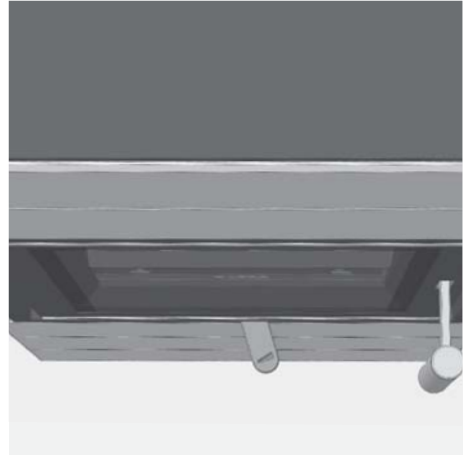

Fig. 4.6 Levier d'air de combustion complètement à droite, air de combustion complètement ouvert, allumage
- Ouvrez complètement l'air de combustion : tirez complètement le levier d'air de combustion à droite (voir Fig. 4.6), - complètement à droite, position d'allumage, au-delà de la faible butée,